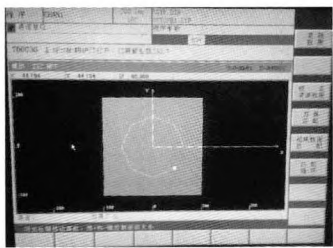

图 5
(4) 第一次进入到程序图形模拟, 系统会自动询问是否要匹配机床数据和刀具数据, 选择匹配, 否则系统会用默认的机床和刀具数据来代替。当今后修改机床数据时, 都要在模拟的数据调整菜单里选择匹配机床数据。一般第一次模拟还需要匹配刀具数据, 今后系统会自动检查刀具的变化而自动匹配刀具数据。至此, 程序图形模拟设置完毕, 可以正常进行图形模拟 (见图 5)。